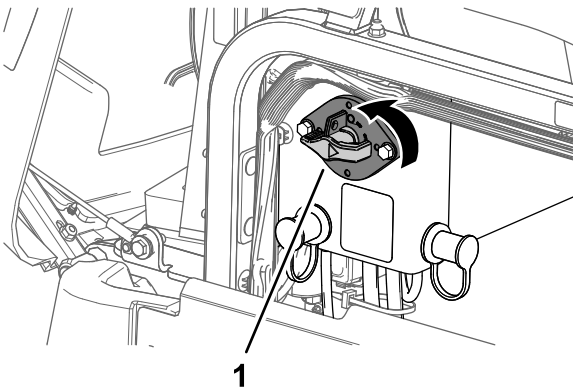

Figura 4
3. Gire el interruptor de desconexión de la batería a la posición de DESCONECTADO (Figura 4).